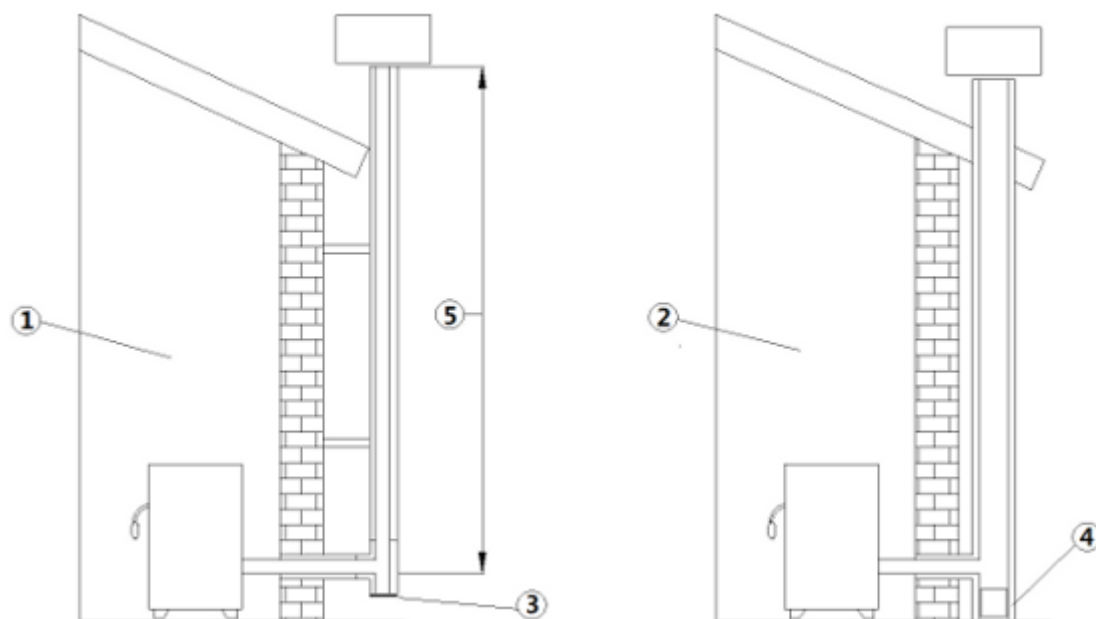

Fig. 1 - Canne fumarie
LEGENDA Fig. 1 a pag. 7
- La canna fumaria deve essere singola (vedi Fig. 1 a pag. 7) con tubi inox isolati (1) o su canna fumaria esistente (2).
- Entrambi le soluzioni devono avere un tappo d'ispezione (3) e/o portina d'ispezione (4).